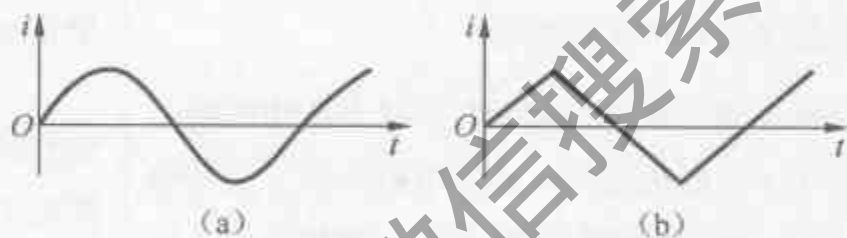

图 4-9 交流电的波形
① 判断图 4-9 所示的两个波形中哪个是正弦交流电，哪个是非正弦交流电。